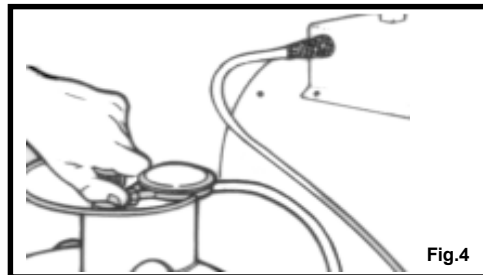

Fig.4
4. Después del encendido de la llama, tener presionado el botón-gas unos 15-20 segundos para activar los dispositivos térmicos de seguridad (ver fig.4)